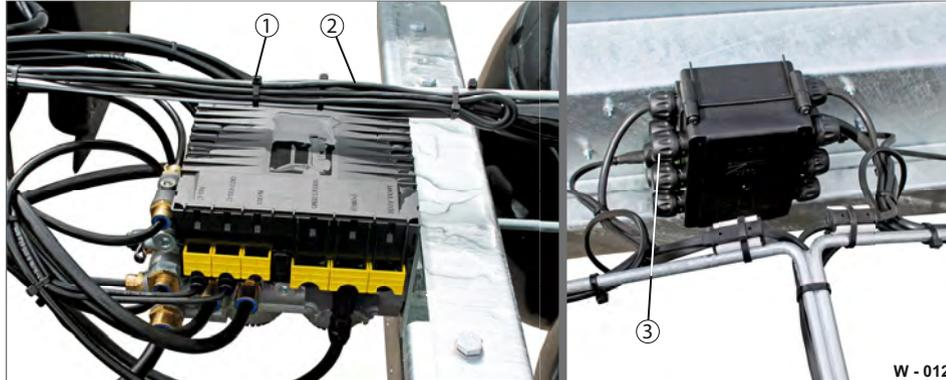

Abb. 14 Elektrische Verbindungen / Leitungen
- ▶ Erneuern Sie schadhafte / gerissene Leitungen (Abb. 14/2) und Kabelschellen (Abb. 14/1).
- ▶ Ersetzen Sie defekte Verschraubungen (Abb. 14/3).